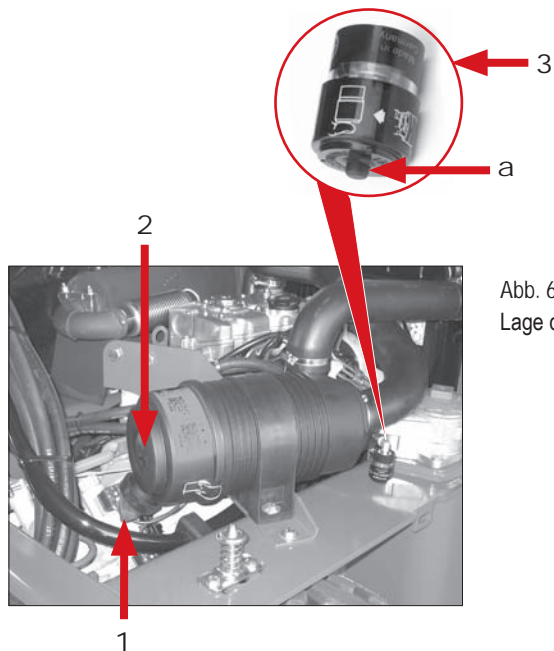
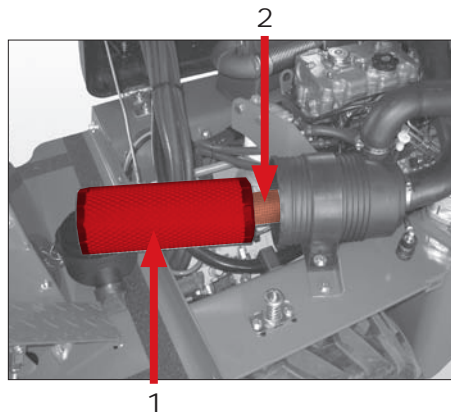

Abb. 63
Abb. 64
Kontrollieren Sie ob der Ausgangsschlitz am Staubventil Pos. 1 (Abb. 63) frei ist. Entfernen Sie Staubablagerungen durch Zusammendrücken des Ventils.
Reinigen oder erneuern Sie das Hauptfilterelement Pos. 1 (Abb. 64) bei den Inspektionen oder wenn zwischen den Inspektionsintervallen im Schauglas in der Wartungsanzeige Pos. 3 (Abb. 63) der rote Deckel sichtbar ist!
Drücken Sie zum Zurückstellen der Anzeige den Knopf Pos. a (Abb. 63)!
1. Lösen Sie die Verschlüsse an dem Deckel Pos. 2 (Abb. 63) und nehmen den Deckel ab.
2. Ziehen Sie das Hauptfilterelement heraus Pos. 1 (Abb. 64). Das Sicherheitsfilterelement wird dabei nicht ausgebaut.
Wird bei der Wartung des Trockenluftfilters sichtbar, dass ein Wartungsfehler vorgelegen hat oder das Hauptfilterelement beschädigt ist, muss das Sicherheitsfilterelement Pos. 2 (Abb. 64) erneuert werden.
1. Lösen Sie die drei Verschlüsse an dem Deckel Pos. 2 (Abb. 63).
2. Nehmen Sie den Deckel Pos. 2 (Abb. 63) ab.
3. Ziehen Sie das Hauptfilterelement heraus Pos. 1 (Abb. 64).
4. Ziehen Sie das Sicherheitsfilterelement heraus Pos. 2 (Abb. 64).